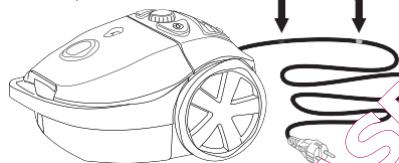

Figura 5 Marcas en el cable
5. El cable lleva una marca amarilla y otra roja, véase la figura 5. Desenrolle el cable hasta alcanzar la marca amarilla.